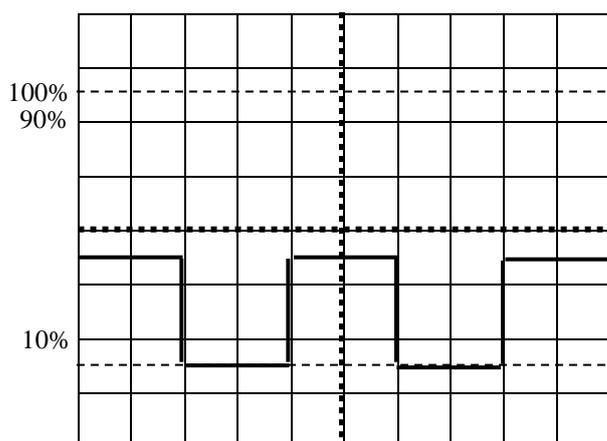

Рисунок 2.7 – Сравнение амплитуд сигналов
- регулировкой « $\leftrightarrow$ » установите верхнюю часть сигнала в середине экрана (рисунок 2.7);